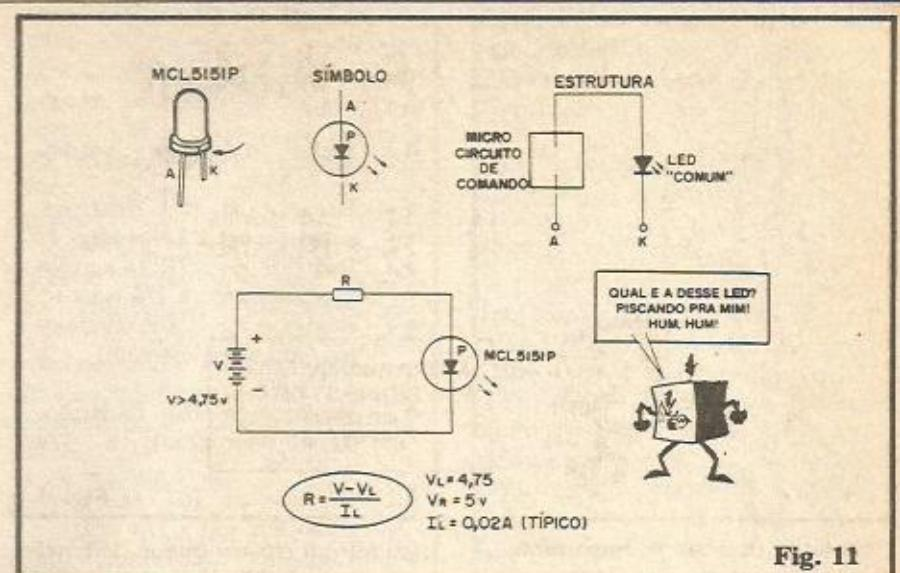

Fig. 11
- FIG. 11 - Existe no varejo de Eletrônica, um LED "diferente" que, embora na "casca" seja aparentemente igualzinho a qualquer outro, apresentam uma importante diferença: ELE "PISCA"... É isso mesmo! Uma vez energizado corretamente, em vez de ficar aceso firmemente (como é "normal" num LED comum...) ele acende e apaga automaticamente, a um ritmo aproximado de 3 lampojos por segundo (3 Hz, portanto...). A figura mostra uma série de detalhes sobre esse "vagalume" eletrônico. Sua aparência (como já foi dito) é a mesma de um LED comum, apresentando os mesmos dois terminais (anodo - A - e catodo - K), que devem ser identificados da mesma maneira como fazemos com qualquer outro LED (via comprimento das "pernas" ou chanfrinho lateral, indicado pela seta, na figura...). Quanto ao símbolo adotado por ABC nos nossos diagramas, é também parecido com o de um LED comum, porém com o desenho básico contido num círculo, que inclui a letra "P" (de "piscar"...). A sua estrutura interna inclui, além de uma junção semicondutora igual a de qualquer LED (ver inciso da presente "Aula"), um micro-circuito de comando, na verdade uma "chave eletrônica" controlada por um oscilador, que permite e proíbe, a intervalos regulares e cíclicos, a passagem da corrente para a junção semicondutora (obtendo-se, assim, o efeito de "piscapiscar"). Sua utilização é tão fácil quanto a de um LED comum, regida pelas mesmas fórmulas matemáticas genéricas, porém devemos levar em conta que um importante parâmetro ou limite do componente é DIFERENTE, em valor, daquele apresentado por